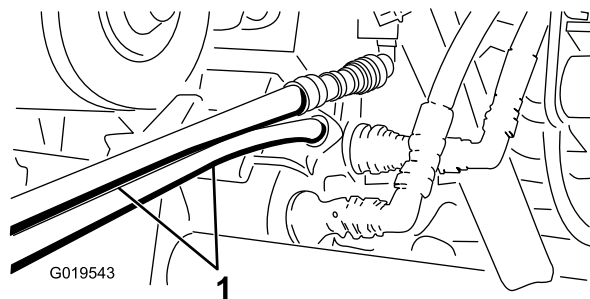

図 75
- 救援側のワークマンのカップラブラケットにまだついているカップラに、救援用ホースを接続する上のホースは上のカップラに、下のホースは下のカップラに接続する 図 75。